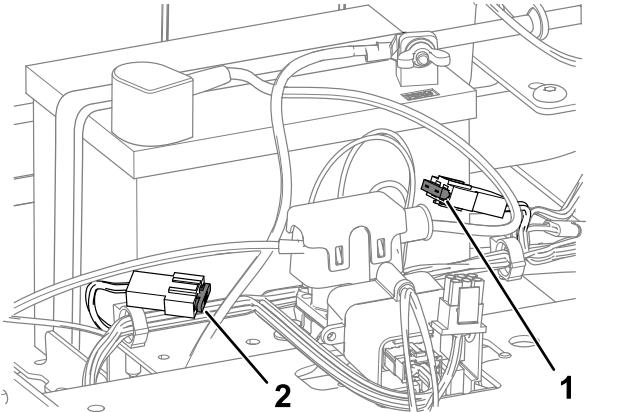

Figura 50
4. Para substituir fusíveis, puxe o fusível para o retirar (Figura 50).